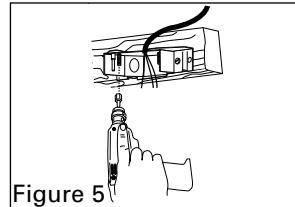

Figure 5
3. Tirer le fil dans le boîtier à travers l'une des découpes et remonter le boîtier sur le support de montage latéral avec les deux écrous d'arrêt d'insert en nylon (Figure 5). Ne pas serrer excessivement les écrous d'arrêt.